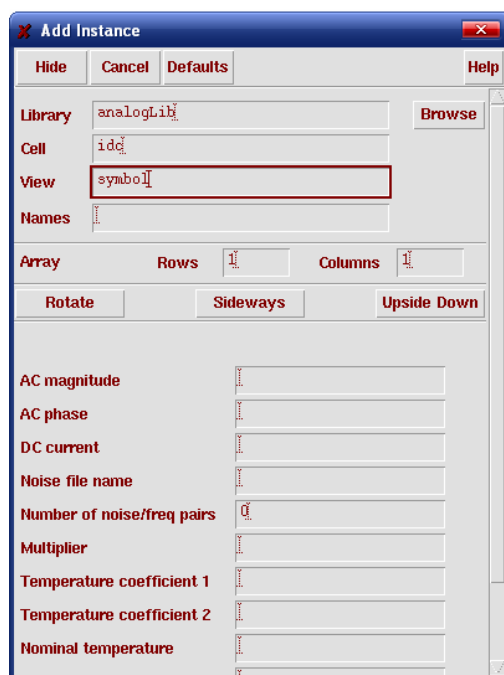

图 1.20 输入器件的参数设定
- 输入器件类型之后，窗口中将会出现一些器件的初始参数设置。可以在其中直接输入需要的器件参数，其界面如图 1.20 所示。